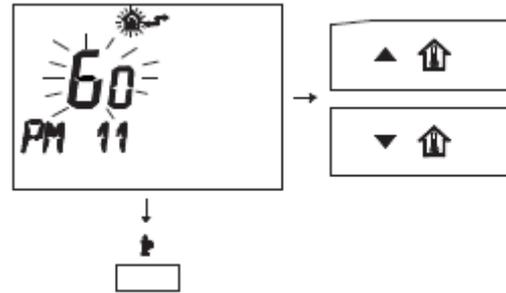

рис. 5.54
- Поменяйте установленное значение с помощью кнопок  или , и подождите, пока цифровое значение начнёт мигать (рис. 5.54) Каждый интервал увеличения или уменьшения равен 1 секунде.